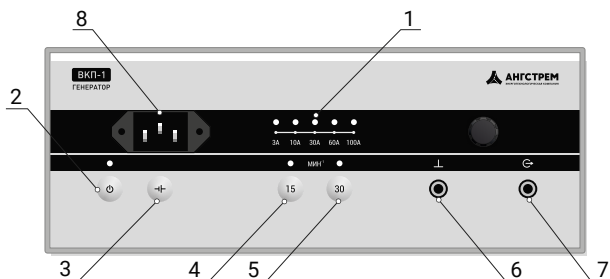

Рисунок 1
5.1. Назначение органов управления и присоединений (См. рисунок 1).